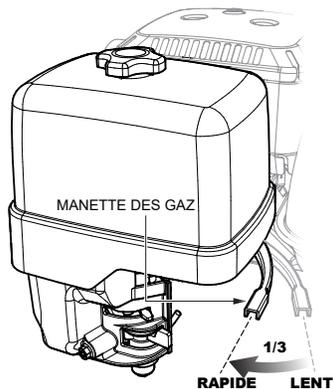

Figure 7. Levier d'accélérateur (position 1/3 départ)
3. Déplacez le levier de l'accélérateur (Figure 7) de la position lente à la position rapide sur environ 1/3 de la distance.